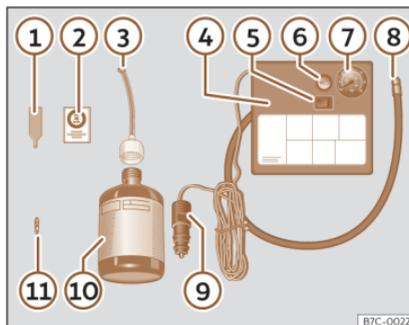

Fig. 34 Rappresentazione standard: contenuto del kit per la riparazione degli pneumatici.
Il kit per la riparazione degli pneumatici si trova nel sottofondo del bagagliaio. Include i seguenti componenti»» **fig. 34** :
- Svitare il cappuccio e l'elemento di tenuta della valvola del pneumatico. Utilizzare l'apparato»» **fig. 34** ① per estrarre l'elemento di tenuta. Collocarlo su una superficie pulita.
- Agitare vigorosamente la bomboletta del sigillante per pneumatici»» **fig. 34** ⑩.
- Avvitare il tubo di gonfiaggio»» **fig. 34** ③ alla bomboletta del sigillante. La piombatura
- Rimuovere il tappo del tubo di riempimento»» fig. 34 ③ e avvitare l'estremità aperta dal tubo alla valvola dello pneumatico.
- Ricollocare l'elemento di tenuta con l'apparato»» fig. 34 ① nella valvola del pneumatico.
- Avvitare il tubo di gonfiaggio dello pneumatico del compressore»» fig. 34 ⑧ nella valvola dello pneumatico.
- Verificare che la vite di sfiato dell'aria sia chiusa»» fig. 34 ⑥.
- Collegare il connettore»» fig. 34 ⑨ a una presa elettrica a 12 V del veicolo»» pag. 155.
- Collegare il compressore ad aria con l'interruttore ON/OFF»» fig. 34 ⑤.
- Incollare l'adesivo»» fig. 34 ② sul quadro strumenti, all'interno del campo visivo del conducente.
Riavvitare il tubo di gonfiaggio»» fig. 34 ⑤ e controllare la pressione con il manometro ⑥.